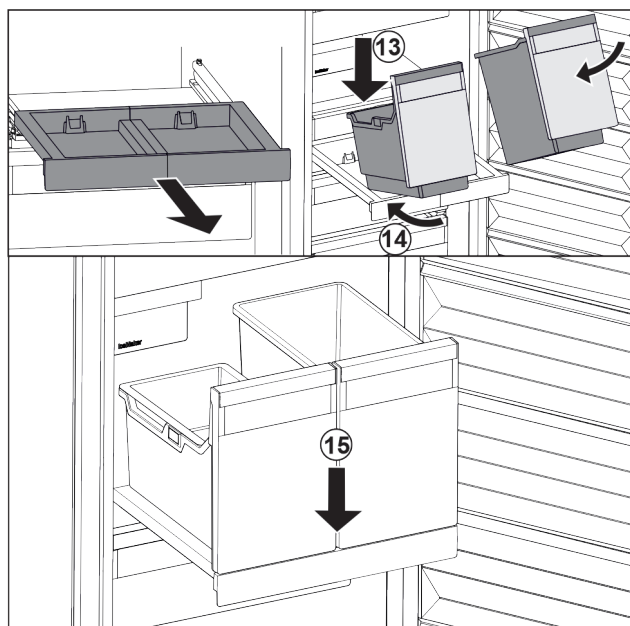

Fig. 129
- ▶ Stavite spremnik ukoso na izvlačnu ploču. Fig. 129 (13)
- ▶ Gurnite spremnik ukoso prema natrag. Fig. 129 (14)
- ▶ Spustite spremnik naprijed. Fig. 129 (15)